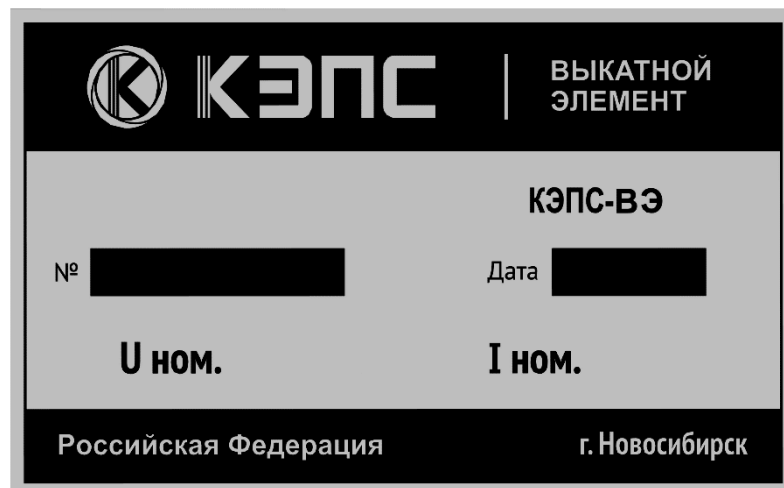

Рисунок 3 – Маркировка
1.7.1 Каждый выкатной элемент КЭПС-ВЭ КМ-1КФ, согласно ГОСТ 14693 п.п.2.12.1, должен иметь табличку (рисунок 3), соответствующую ГОСТ 12971, на которой, согласно ГОСТ 18620 п. 2., указывается: